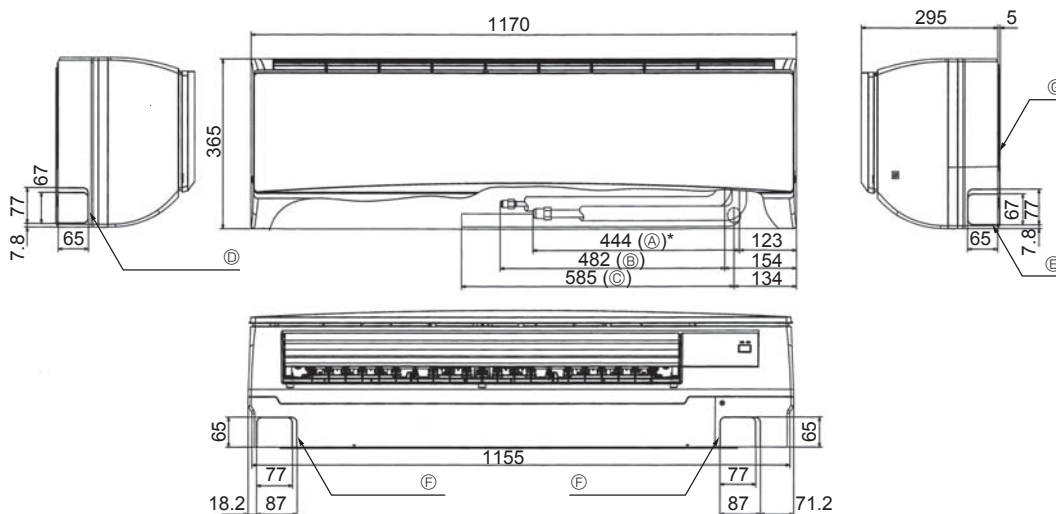
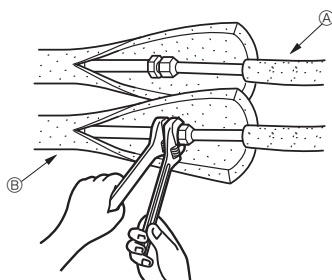

Fig. 4-2
Fig. 4-3
4.3. Anordnung der Kältemittel- und Ablassrohrleitungen (Fig. 4-2)
- Ⓖ Montageplatte ①
4.4. Rohrleitungen für Kältemittel (Fig. 4-3)